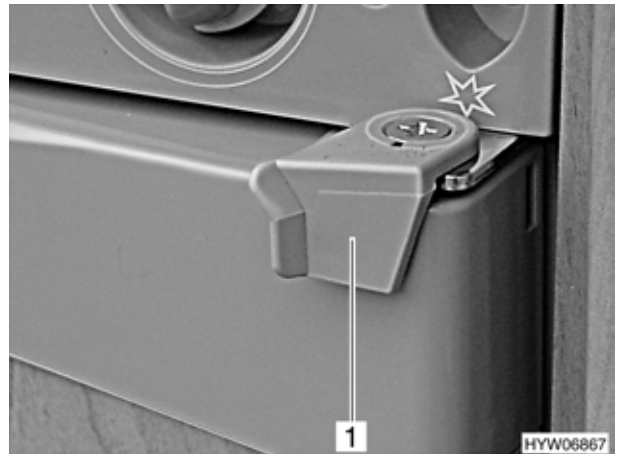

Bild 125 Verriegelung der Kühlschranktür, geschlossen (Variante 1)
- Verriegelung (Bild 125,1) nach außen drehen.